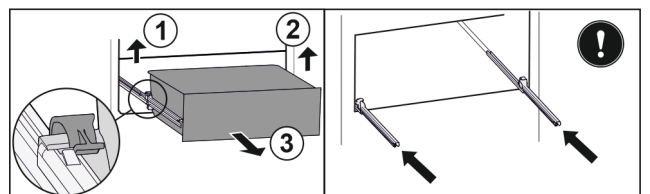

Fig. 131
- ▶ Повдигнете лявата скоба и едновременно с това изтеглете напред чекмеджето отляво. *Fig. 131 (1)*
- ▶ Повдигнете дясната скоба и едновременно с това изтеглете напред чекмеджето отдясно. *Fig. 131 (2)*
- ▶ Извадете чекмеджето напред. *Fig. 131 (3)*